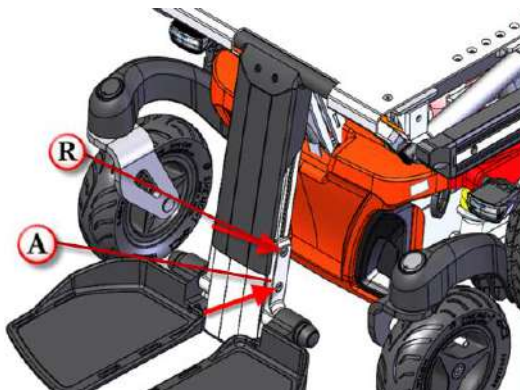

Figura 11-28
- Paso 1: Afloje el tornillo inferior del reposapiés (A) usando una llave Allen de 5 mm
- Paso 2: Afloje, lentamente, el tornillo superior (B) del reposapiés hasta que sienta que éste comienza a moverse. (Figura 11-28)